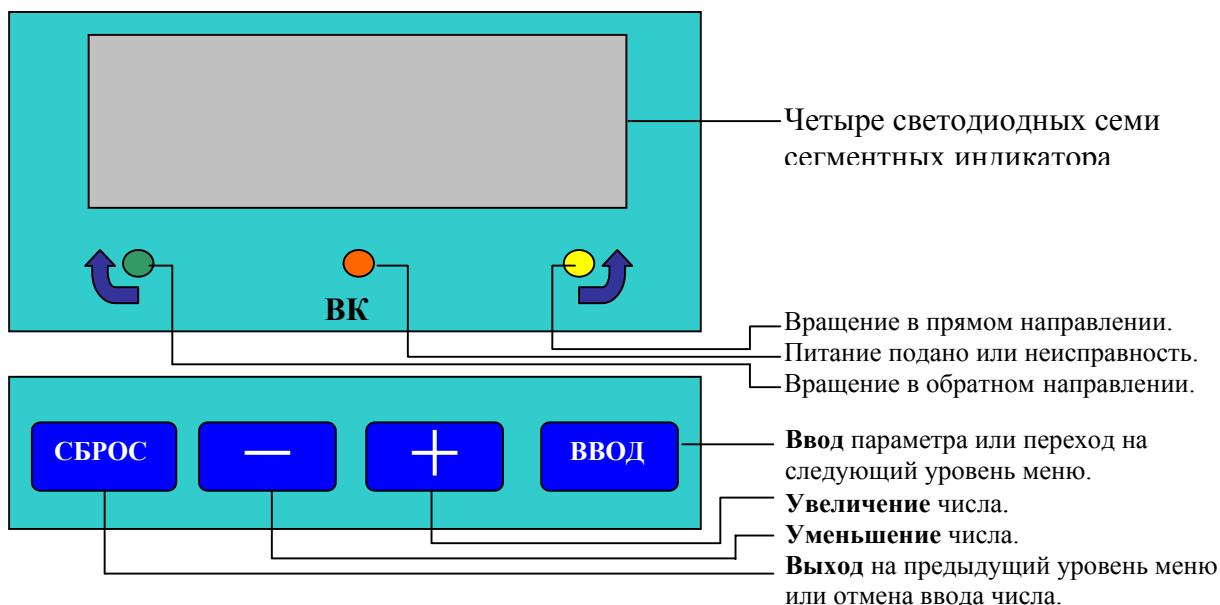

Рис.1. Описание терминала БУАД2-10.
3. Подключить фазы двигателя к БУАД2-10 так, чтобы на индикаторе БУАД2-10 (рис.1) при открытии загорался правый из 3х светодиодов, а при закрытии - левый. При этом строка 0 (tP.0-) в параметрах БУАД2-10 соответствует открытию, строка 1 (tP.1-) - закрытию.